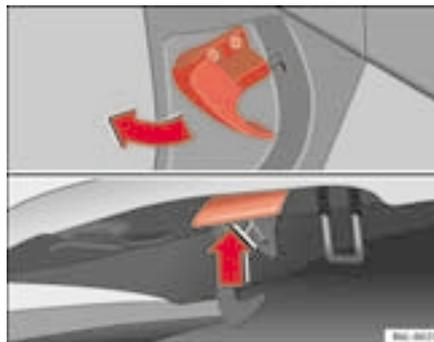

Fig. 123 Gancio di apertura del cofano del vano motore.
- Tirare la leva situata sotto il cruscotto ⇒ **fig. 123** nella direzione indicata dalla freccia. Il cofano si sblocca sotto la spinta di una molla ⇒ **!**.